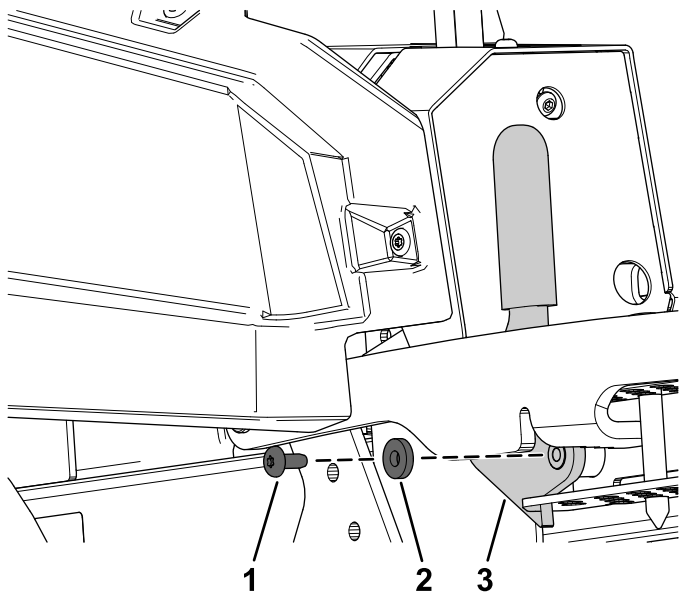

Figure 20
3. Retirez le boulon, la rondelle et le verrou de transport (Figure 20).